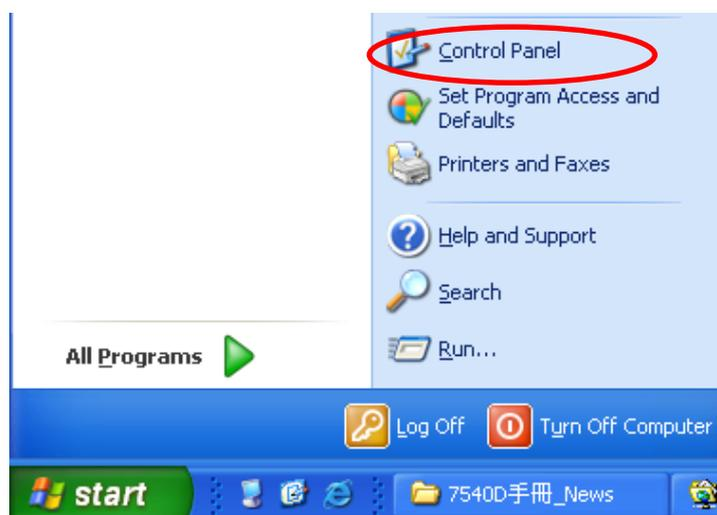

图 3-7： 选择「控制台」
**Step 1:** 点选在任务栏的「开始」，然后点击「控制台」，如图 3-7 所示：